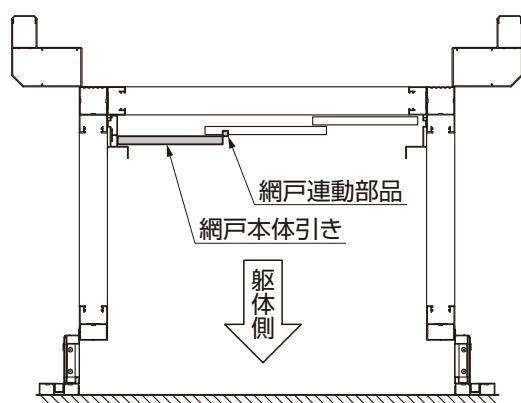
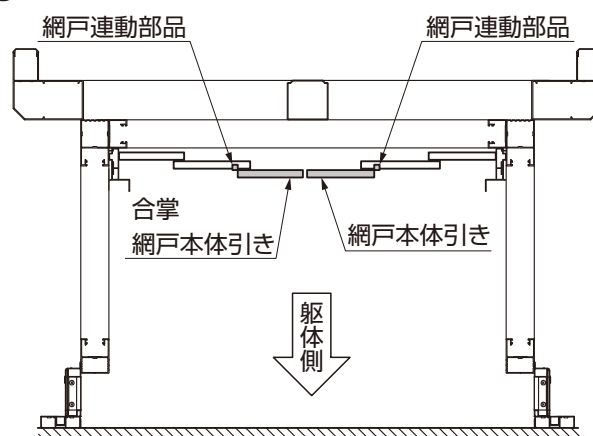
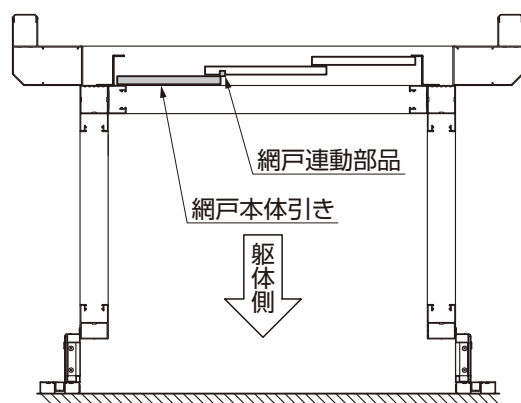
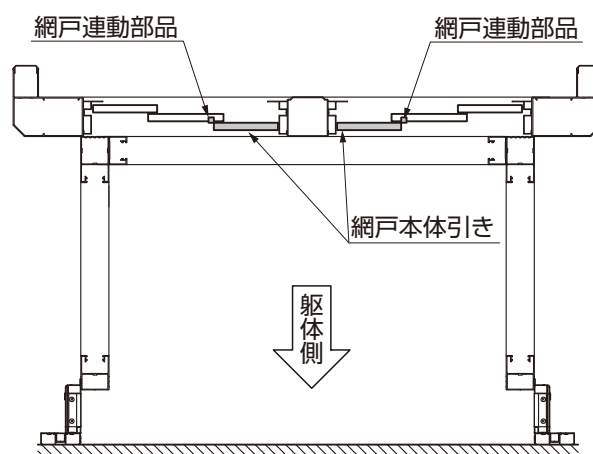

図1-6 1.5間・2.0間 外収納の場合
図1-7
図1-8 1.5間・2.0間 内収納の場合
図1-9
- 間口に取付ける網戸は、網戸連動部品の付いている網戸（網戸本体引き・合掌網戸本体引き）を一番躯体側に取付けてください。（図1-6、図1-7、図1-8、図1-9参照）